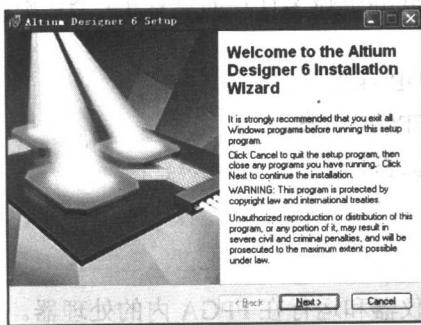

图 1-1 安装向导窗口
(1) 在 Windows XP 操作系统下，将 Altium Designer 安装光盘放入光驱，光盘自动运行后弹出安装向导窗口，如图 1-1 所示。如光盘未自动运行，可直接点击安装盘中 Setup 文件夹中的“setup.exe”安装应用程序，就会弹出如图 1-1 所示的安装向导窗口。